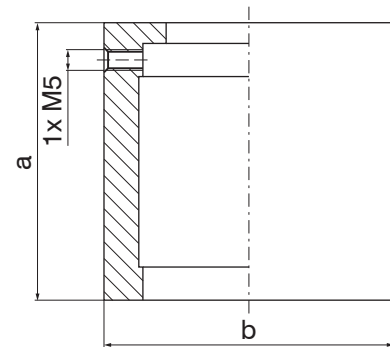

Abb. 12: Maßzeichnung Kalibrierring (Abmessungen in mm, nicht maßstabsgetreu)
2. Kalibrierring (siehe Abb. 12) bis auf Anschlag aufschieben und arretieren (Senkkopfschraube M5). Ohne ordnungsgemäße Masseverbindung ist keine Kalibrierung möglich.